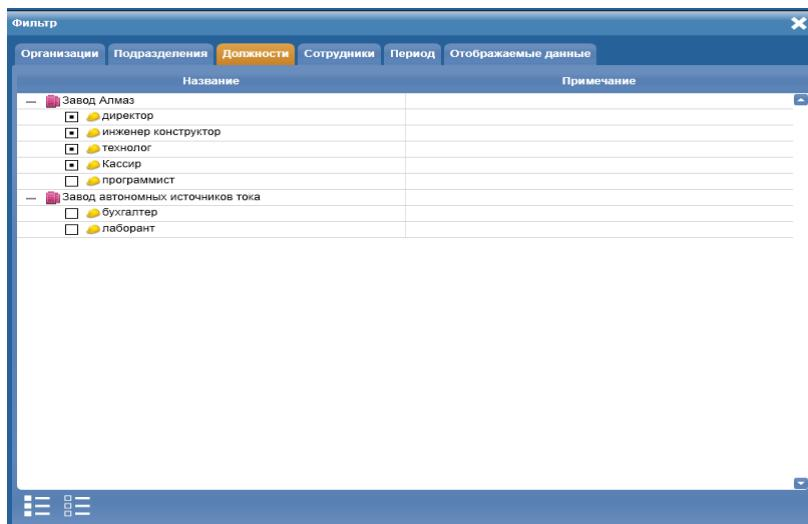

Рисунок 45. Окно **Фильтр**, вкладка **Должности**
- 4) На вкладке **Должности** (Рис. 45) поставить выделения напротив названий должностей, данные по которым необходимо отобразить в журнале учета рабочего времени, и снять выделения напротив должностей, чтобы данные по ним не отображались. Чтобы должности не